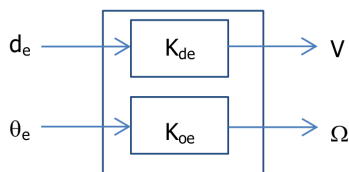

Figura 3. Esquema de controladores P independientes.
- Cada error afecta únicamente a una de las variables de control: el error de distancia permite ajustar la velocidad lineal (de manera que el robot avanza más despacio cuanto mas cerca está del punto de destino), mientras que el error de orientación modificará la velocidad angular (para que el robot se oriente correctamente hacia el punto de destino). El controlador propuesto se puede dividir en dos controladores independientes como se muestra en la Figura 3.
- Escriba las ecuaciones de los controladores de tipo proporcional mostrados en la Figura 3. El valor de las ganancias de los controladores se ajustará experimentalmente mediante simulación para conseguir un comportamiento adecuado del sistema con una respuesta rápida y sin grandes oscilaciones en la ruta que se siga hacia el punto de destino.